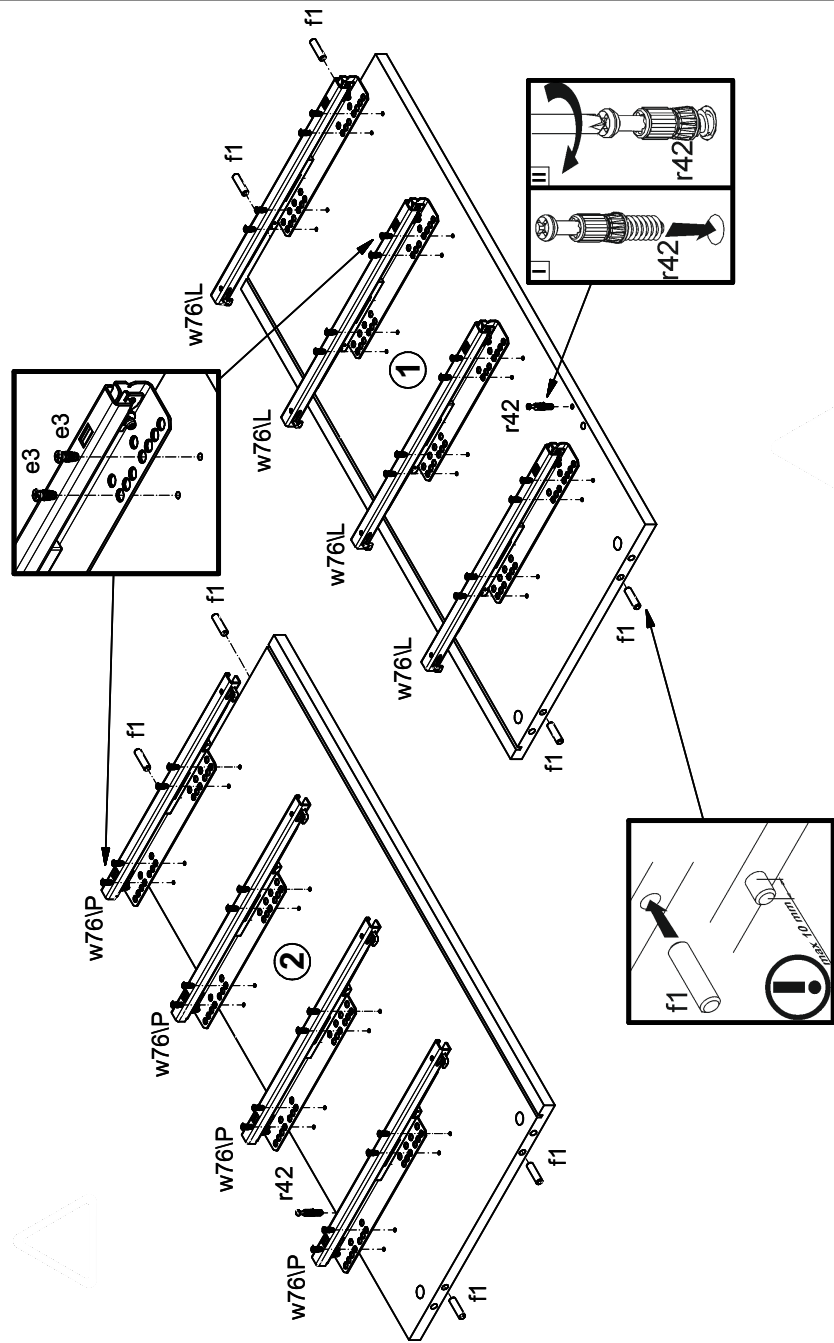
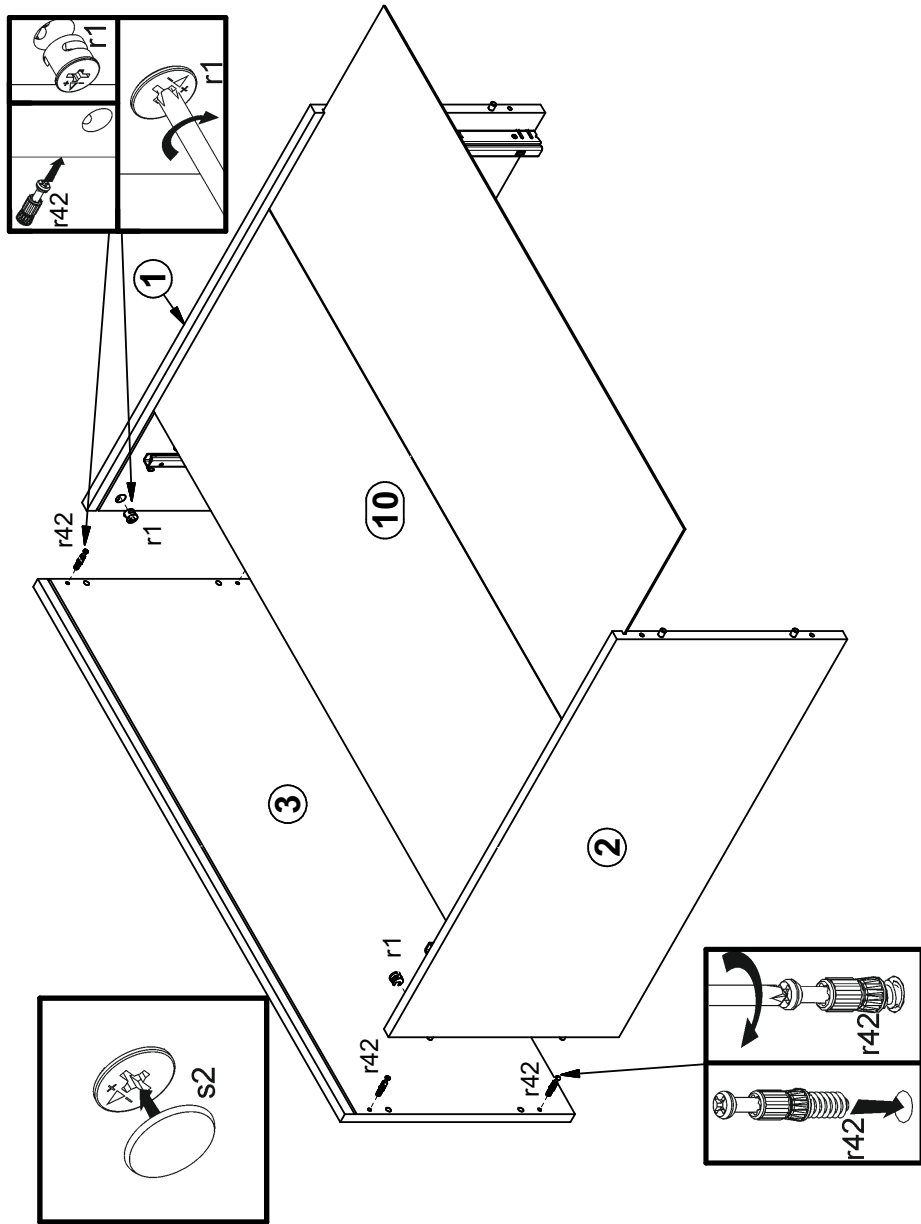

Рисунок 2
Рисунок 4
4.2 В отверстия Ø8 мм на верхних и нижних кромках стенок боковых 1 и 2 (см. рис. 2) и в торцах планки декоративной рифленой 8 вбить деревянные шканты f1 (см. рис. 3).
4.3. В отверстия Ø4 мм на внутренних поверхностях стенок 1, 2 еврошурупам e3 закрепить по 4 комплекта направляющих w76L и w76P (см. рис. 2).
4.4. В отверстия Ø5 мм на внутренних поверхностях стенок 1, 2 (см. рис. 2), на нижней поверхности щита верхнего 3 (см. рис. 4) вкрутить винты стяжки r42.
4.5. В отверстия Ø15 мм на задней поверхности планки декоративной рифленой 9 (см.рис. 3), на внутренних поверхностях стенок 1, 2 (см.рис. 4) вставить стяжки эксцентриковые r1.
4.7. Присоединить щит 3 к стенкам 1, 2 с помощью шкантов f1, затянуть стяжки эксцентриковые r1, пользуясь отверткой, вставить стенку заднюю 10 в пазы в деталях 1, 2, 3. Передние стяжки закрыть заглушками s2 (см. рис. 4).